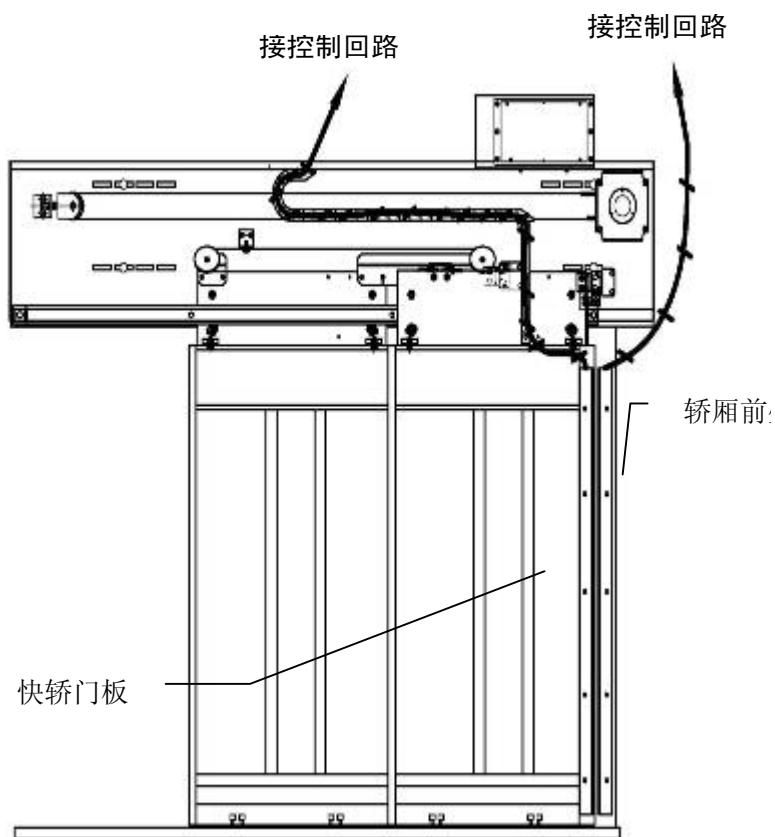

图 2-15 光幕走线
1. 装在快轿门上的光幕, 其电缆线沿着轿门和坦克链支架, 穿过坦克链, 接到轿顶接线盒上, 并用倒拉式扎带扎紧; 装在轿厢前壁上的光幕, 用倒拉式扎带固定在轿厢前壁上, 并连接到轿顶接线盒上。见图 2-15 光幕走线